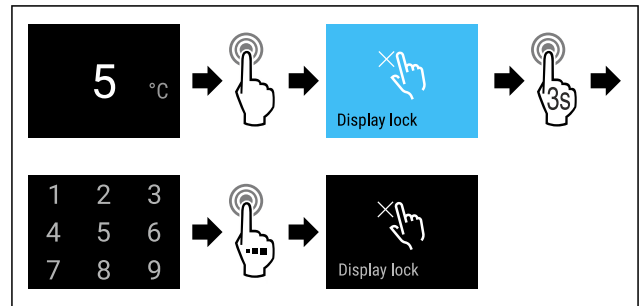

Fig. 80
- ▶ Atlikite veiksmus (žr. Fig. 80).